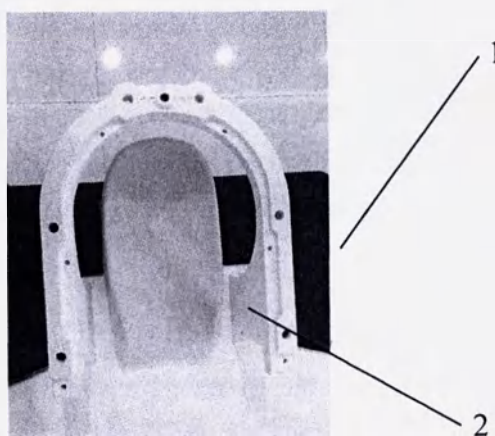

Рисунок 5 – Подголовники:
5.2.2. Установите подголовник (см. рисунок 5) на пластиковые пины (штыри) опорной подставки для головы.